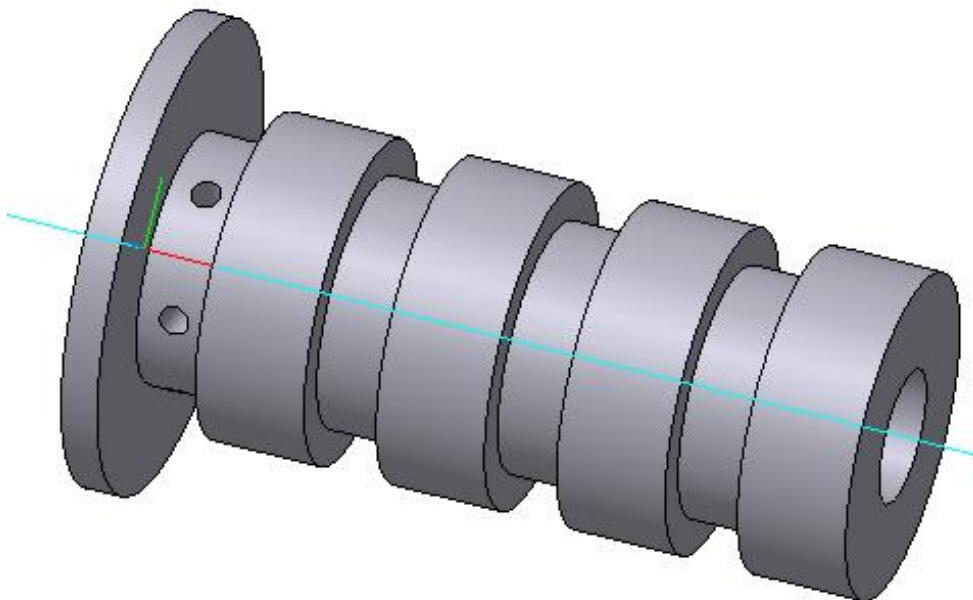

Рис. 114
1.3. Теперь выполните копирование отверстия $\varnothing 4$ (6 отверстий) вокруг построенной оси командой **Массив по концентрической сетке**, рис. 114.